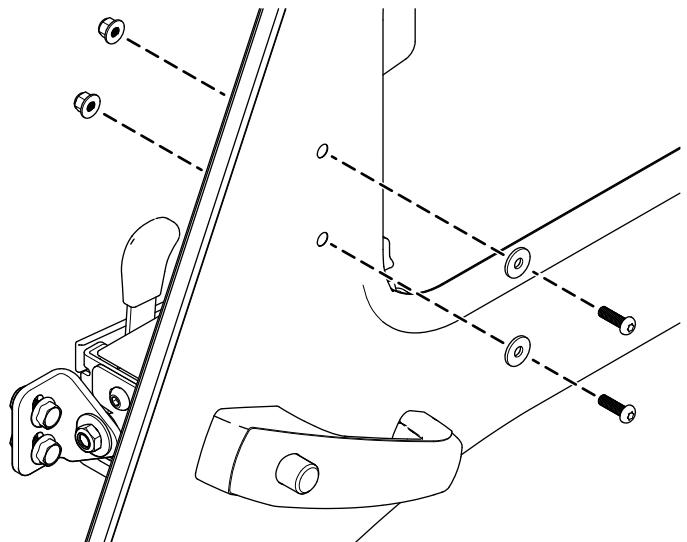

Figura 3
1. Retire los 2 tornillos Torx, las 2 arandelas y las 2 contratuerzas (6 mm) existentes de la puerta de la cabina (Figura 3).